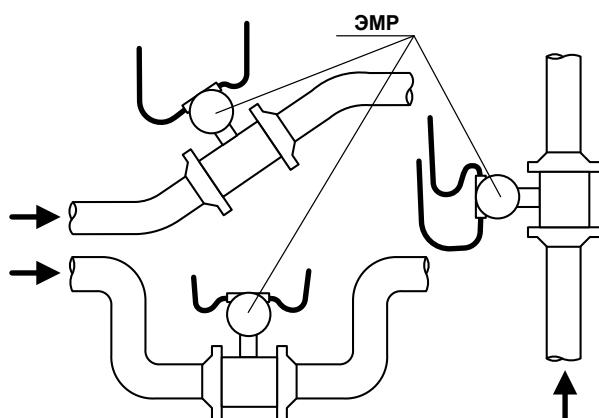

Рис.1. Рекомендуемые места установки расходомера.
- наиболее подходящее место для монтажа – нижний, либо восходящий участок трубопровода (рис.1);
Для предотвращения попадания влаги внутрь блока электроники через гермоводы рекомендуется подключать кабели с образованием ниспадающей U-образной петли в вертикальной плоскости (рис.1).